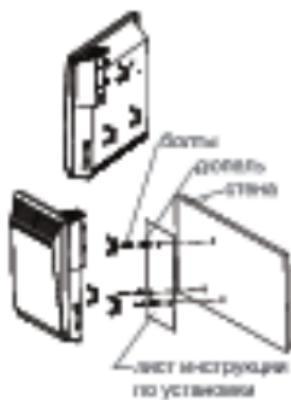

Рис. 4
- достать лист инструкции по установке (A) из коробки и приложить к стене, на место, куда будет установлен прибор. (рис. 4);
Произвести чистку пространства позади установленного на стене обогревателя довольно сложно. Нажмите винт две защелки (рис. 4) на задней стенке обогревателя, и потяните сам обогреватель вперед. После того, как он будет снят, можно будет вымыть стенку, на которой он был установлен.